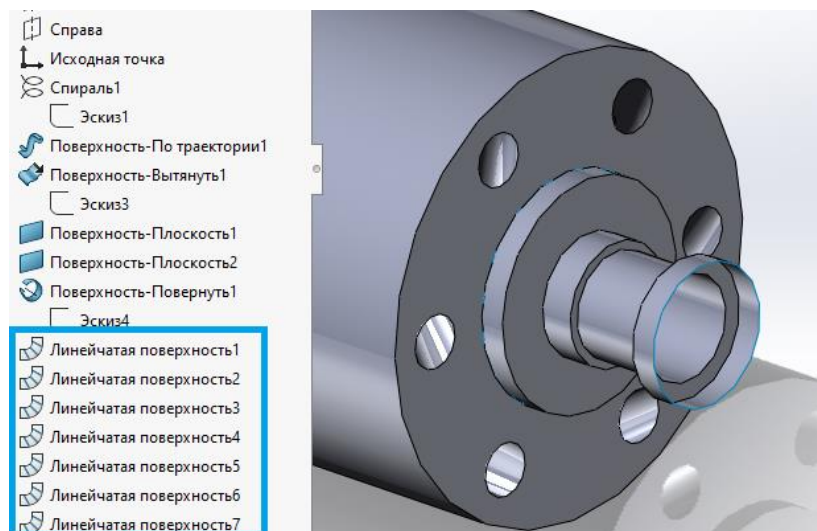

Рис. 13. Построение линейчатой поверхности
15. Пункт 14 повторяется еще несколько раз, пока не получится правый патрубок, соответствующий заданным размерам на рис. 1, как представлено на рис. 13.